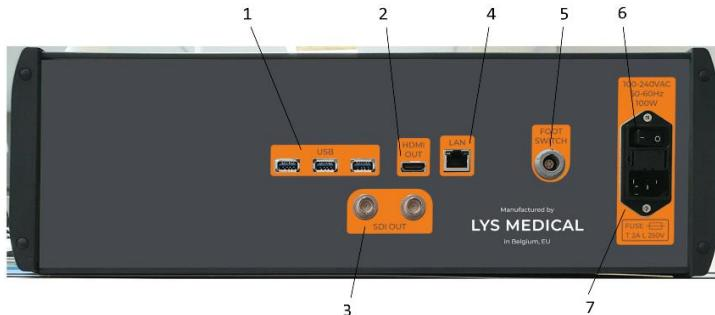
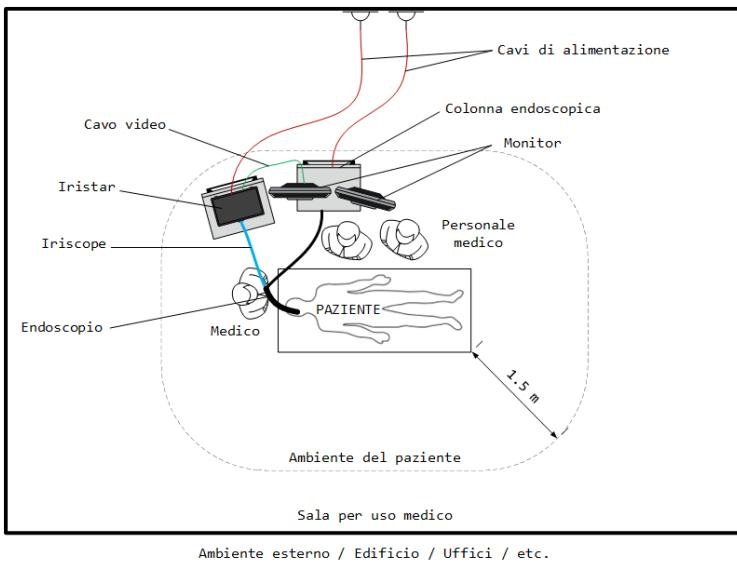

Figura 5 - Pannello posteriore del dispositivo di controllo
Figura 11 - Disposizione del dispositivo nella sala di endoscopia
1. Installare il dispositivo di controllo nella sala endoscopica a una distanza massima di 1 m massimo dal paziente e nei pressi della colonna endoscopica (consultare Figura 11), accertandosi che l'interruttore ON/OFF e il cavo di alimentazione (consultare n° 6 e n° 7 della Figura 5) siano sempre accessibili per scollegare il dispositivo.
2. Collegare i vari cavi al dispositivo (consultare Figura 5 per identificare la posizione delle diverse porte):